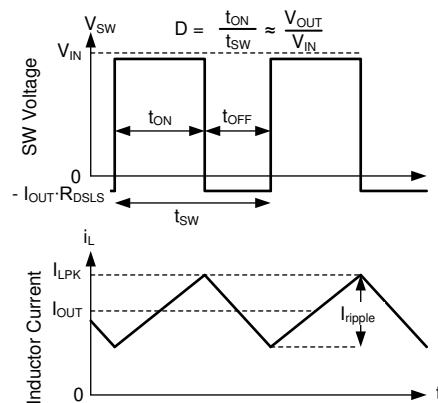

图 7-10. 连续导通模式 (CCM) 下的 SW 电压和电感器电流波形
有关 LM656x5-Q1 的以下运行说明，请参阅节 7.2 和图 7-10 中的波形。两者都以变化的占空比 (D) 打开内部高侧 (HS) 和低侧 (LS) NMOS 开关，从而提供稳定的输出电压。在 HS 开关导通期间，SW 端子电压  $V_{SW}$  摆动至大约  $V_{IN}$ ，电感器电流  $i_L$  以线性斜率增加。HS 开关由控制逻辑关闭。在 HS 开关关闭时间  $t_{OFF}$ ，LS 开关打开。电感器电流通过 LS 开关放电，这会强制  $V_{SW}$  通过 LS 开关两端的压降摆动到地电位以下。稳压器环路调节占空比以保持恒定的输出电压。D 由 HS 开关在开关周期内的导通时间定义： $D = T_{ON}/(T_{ON} + T_{OFF})$ 。